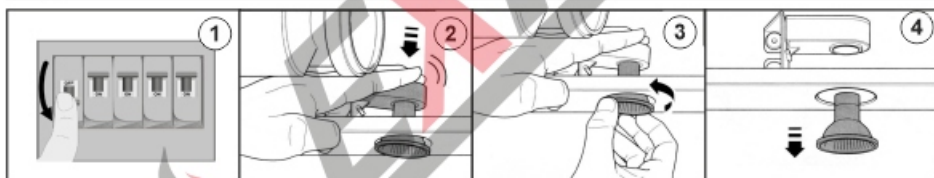

Рис. 15 Замена ламп освещения
3. Поверните лампу против часовой стрелки (Рис. 15. 3).
4. Извлеките светодиодную лампу (Рис. 15. 4).
2. Зафиксируйте и надавите с небольшим усилием крепление-держатель светодиодной лампы (Рис. 15. 2).